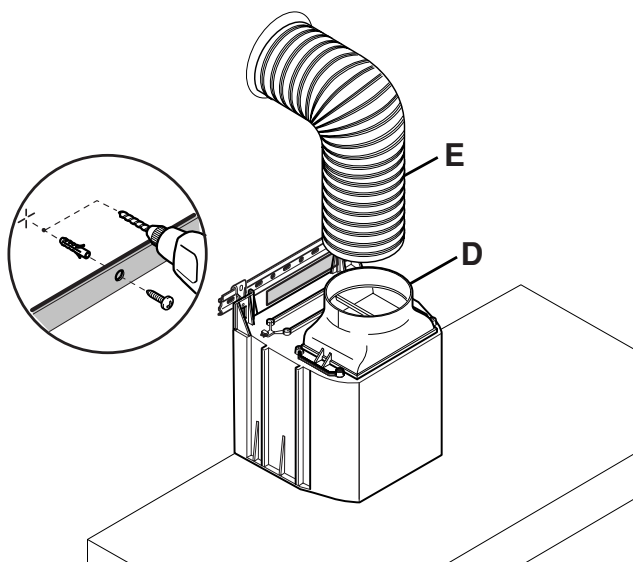

Fig. 3
- Per evitare lo sganciamento della cappa dovuto ad una pressione sottostante, fissarla alla parete con un tassello ad espansione e relativa vite attraverso l'apposito foro (Fig. 3) sulla camera o all'interno cappa.
- Inserire sul raccordo tubo (D) il tubo flessibile (E).
- To prevent the range hood from detaching due to pressure from below, fasten it to the wall using a screw anchor and screw, through the corresponding hole (Fig. 3) on the rotor box or inside the hood.
- Insert the flexible duct (E) on the ducting connection (D).